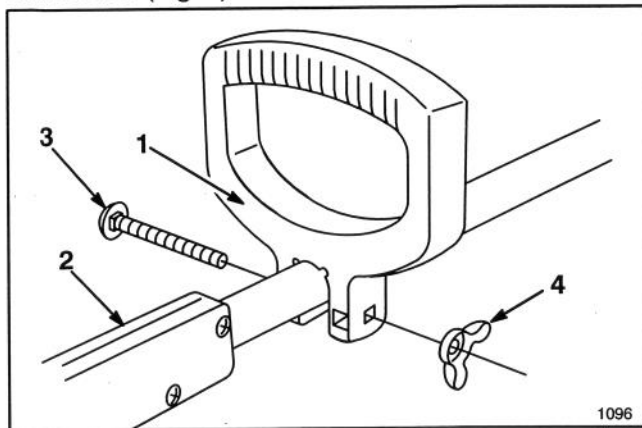

Figure 4
3. Engager la poignée de soutien sur le tube, la partie lisse de la poignée dirigée vers la poignée supérieure. Fixer la poignée de soutien sur le tube à l'aide du boulon de carrossier et de l'écrou papillon, sans serrer (Fig. 4).